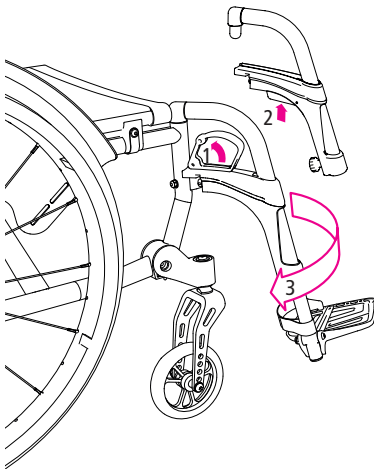

Abb.19
2. Um die Arretierung der Beinstütze zu lösen, ziehen Sie an dem Hebel (1, Abb. 19) oder betätigen Sie den Druckmechanismus (2, Abb. 19).
3. Die Beinstütze lässt sich nun nach außen abschwanken (3, Abb. 19).